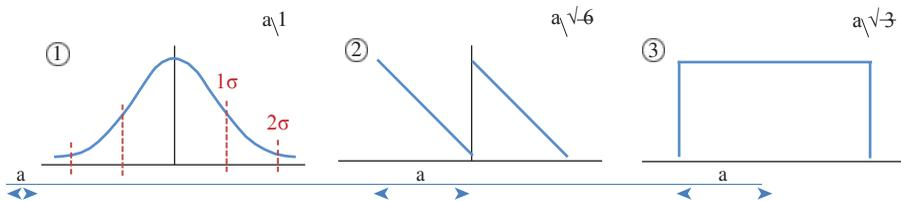

Рис. 11.1
При повторении измерений не все действия приводят к случайному распределению. Два распространенных примера – чтение цифрового дисплея и механическая линейка. Цифровой дисплей не может отображаться между двумя цифрами. Если последняя цифра (не важно, десятичная она или нет), например, показывает 7, вы не знаете, близка ли она к 6,6, близка к 7,0 или близка к 7,4. Истинное значение может быть где угодно в этом диапазоне, и это распределение называется ‘квадратным’. При чтении старого термометра, линейки или чего-то еще с механической шкалой, вы можете оценить значения также между числами. Эта возможность заставляет распределение быть треугольным. Эти три распределения, нормальное (1), треугольное (2) и квадратное (3), мы используем для расчетов погрешности, и в зависимости от того, какое распределение мы используем, значение взвешивается более или менее, когда мы добавляем все вклады погрешности и вычисляем общую погрешность. Весовые коэффициенты, указанные на рис. 11.1, взяты из руководства международных стандартов 98.
Также количество источников данных будет влиять на распределение; использование многих источников приведет к случайному распределению. Вы можете проверить это сами с помощью простого эксперимента. Бросьте кубик 50 раз и обратите внимание, сколько раз вы получите 1, 2, 3, 4, 5 и 6. Составьте диаграмму, как показано на рис. 11.1, и вставьте цифры (по одному столбику для каждого результата). Возможно, теперь у вас есть нечто похожее на рисунок справа на рисунке 11.1. Теперь повторите это с помощью двух кубиков. Какое распределение вы получаете сейчас? И что произойдет, если вы используете три кубика?